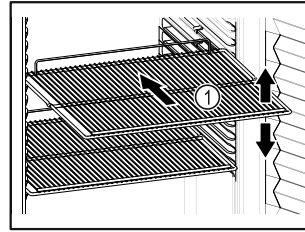

Fig. 61 Reprezentare exemplificativă
- ❑ Dacă grătarele tip poliță Fig. 61 (1) pot fi mutate, adaptați-le în funcție de înălțime.